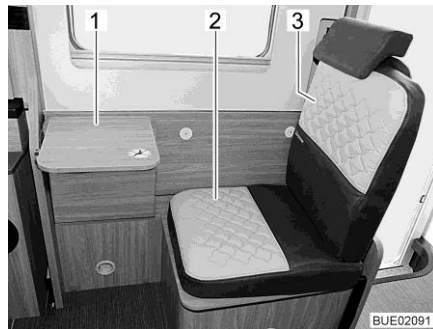
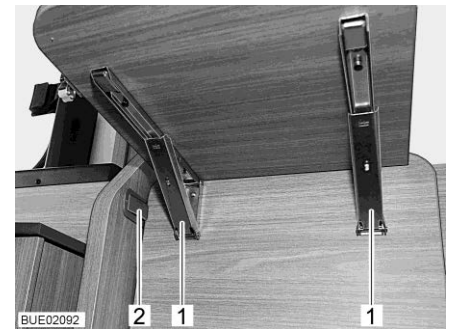

Bild 27 Extra stol med fällbord
Bild 28 Spärr på fällbordet
- Sätt dit den medföljande sittdynan (Bild 27,2) och ryggdynan (Bild 27,3).
- Vrid den främre delen av den längsgående sittbänken uppåt tills den klickar in i plastspärren (Bild 28,2).
- Fäll ihop bordsskivan nedåt: Lås upp båda spärrarna (Bild 28,1) och sväng bordsskivan (Bild 27,1) nedåt.